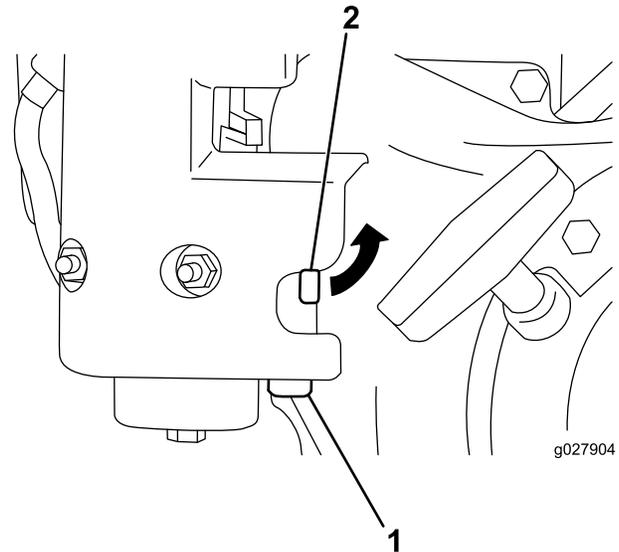

Bild 35
1. Schließen Sie den Kraftstoffhahn und schrauben Sie die Sedimentschale vom Vergasergehäuse ab (Bild 35).